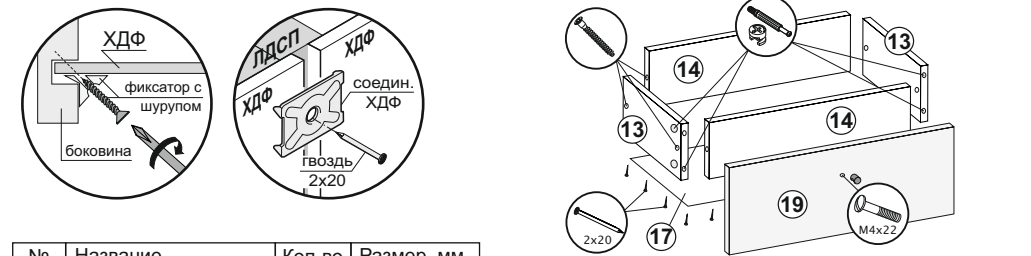

Рис.2
11. Соединить детали ящика (13,14) еврошурупами. Замерить диагонали получившихся ящиков и прибить ХДФ (17) гвоздями 2x20 (рис.2).
12. К створкам (19) прикрутить ручки винтами M4x22. Установить створки (19) на собранные ящики с помощью эксцентриков (рис.2). измерение диагоналей
13. Прикрутить ответные части направляющих по центру деталей ящика (13) шурупами 4x16 (рис.2).